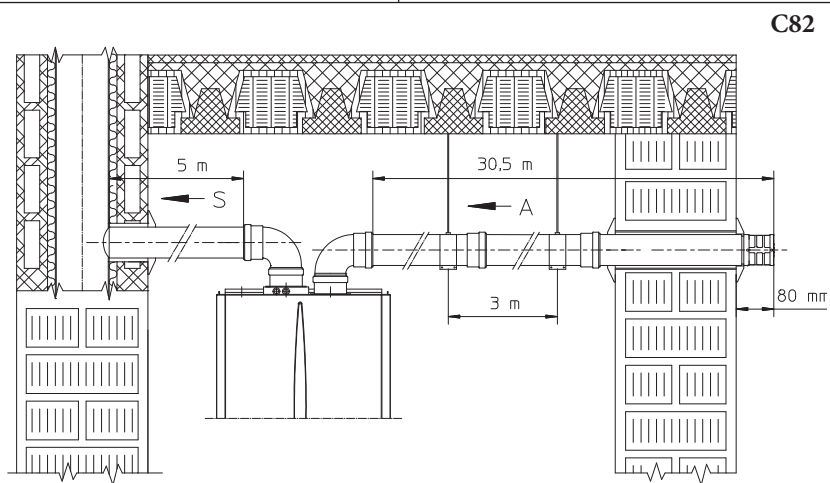

Fig. 1-28
• Pierdere de temperatură în canalele de fum. Pentru a evita problemele de condens al fumurilor în tubul de evacuare Ø 80, datorate răcirii lor în perete, e necesar să limităm lungimea conductei de evacuare la doar 5 metri (fig. 1-28). Dacă trebuie să acoperiți distanțe mai mari este necesar să se utilizeze tuburile Ø 80 izolate (vezi capitolul kit de separare Ø 80/80 izolat).